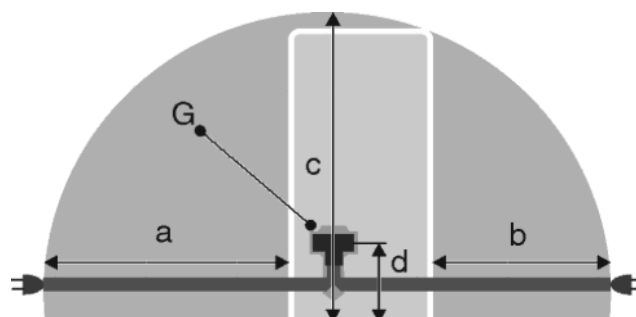

Fig. 29
- Zásuvka leží mimo oblast zadní stěny spotřebiče v dané oblasti Fig. 29 (a, b, c).
- ▶ Zástrčku spotřebiče Fig. 29 (G) zastrčte na zadní straně spotřebiče. Dávejte pozor na správné zaklesnutí.